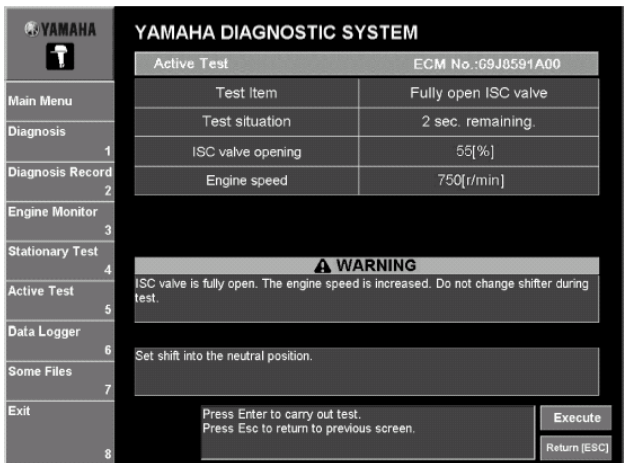

Рис. 101
2. Щелкнуть по **Выполнить(Execute)** или нажать клавишу Enter клавиатуры. (Рис. 101)